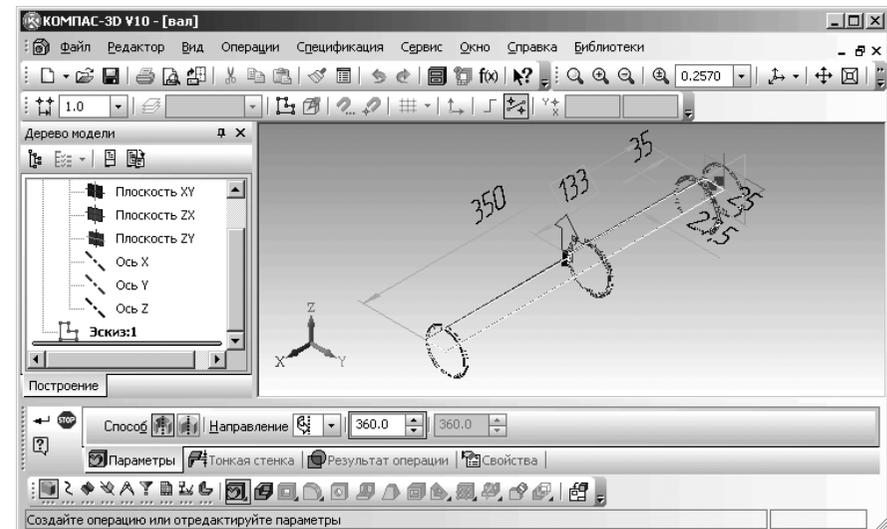

Рис. 2.55. Главное окно системы в режиме **Операция вращения** при создании модели вала
**выдавливания** появится кнопка **Операция вращения**. Одновременно появится **Панель свойств: Операция вращения** и фантом модели вала, показанные на рис. 2.55;